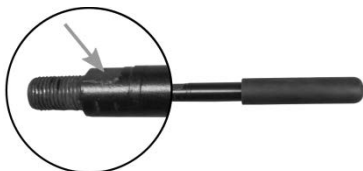

Bild 9: Schlüsselfläche
Schrauben Sie den Spannhebel (9) in die Spannhebelaufnahme (8) des Schnellverschlusses. Drehen Sie das Gewinde ganz in die Aufnahme hinein und ziehen Sie die Spannhebelverlängerung mit einem Schraubenschlüssel fest (der Spannhebel besitzt eine Schlüsselfläche mit der Schlüsselweite 17, siehe Bild 9).